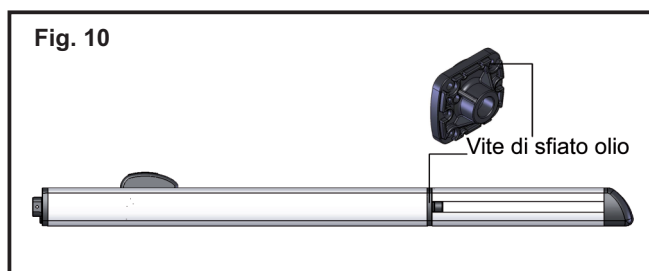

Fig. 10
D) Sbloccare l'attuatore oleodinamico BATHY; (fig. 10)
F) Ribloccare l'attuatore BATHY; (fig. 10)
- rimuovere la vite di sfiato (fig. 10).